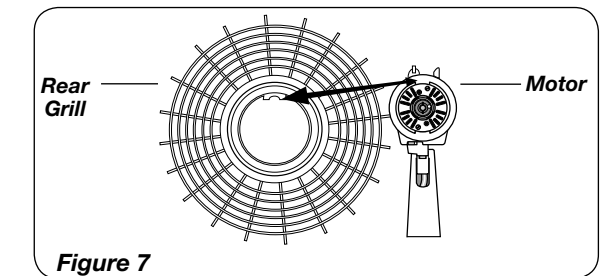

Figure 7
1. Tilt *Head Assembly* back. Put *Rear Grill* on Motor. (Figure 7)
- Incliner la Tête du ventilateur vers l'arrière. Placer la Grille Arrière sur le Moteur. (Figure 7)